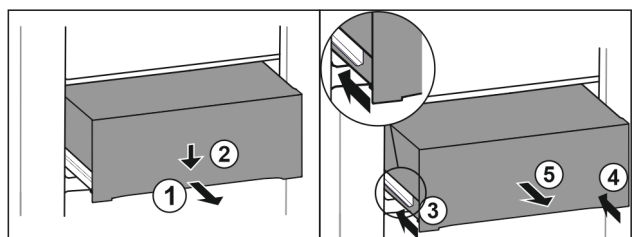

Fig. 216
- ▶ Vedä laatikko puoliväliin ulos. *Fig. 216 (1)*
- ▶ Paina vetolaatikkoa etupuolelta alaspäin. *Fig. 216 (2)*
- ▶ Työnnä vasenta kiskoa noin 2 cm sisään. *Fig. 216 (3)*
- ▶ Työnnä oikeaa kiskoa noin 2 cm sisään. *Fig. 216 (4)*
- ▶ Poista vetolaatikko vetämällä sitä eteenpäin. *Fig. 216 (5)*